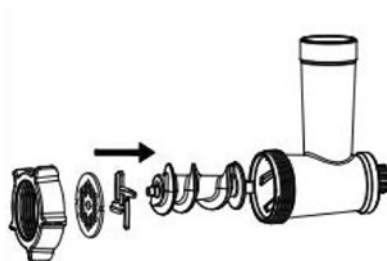

Abb. 1
1. Um das Zubehör für den Fleischwolf zu montieren, setzen Sie zuerst das Schneckenmesser M6 auf die Spitze der Förderschnecke M4. Wählen Sie anschließend die gewünschte Lochscheibe M7 (grobe, mittlere oder feine Lochung) und achten Sie darauf, dass die Nut der Lochscheibe M7 mit der entsprechenden Führung im Fleischwolfgehäuse M3 ausgerichtet ist. Schrauben Sie anschließend die Verriegelungsmutter M5 fest auf das Gehäuse M3. (Abb. 1)